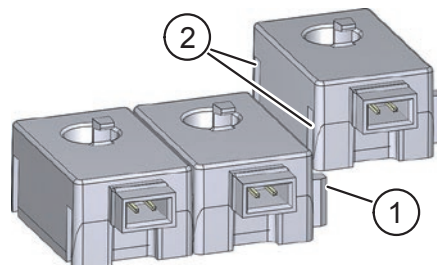

Fig. 2: Interconectar los sensores de corriente
- ▶ Interconecte los sensores de corriente, empujando la ranura (Pos. 2 en Fig. 2) sobre la saliente (Pos. 1 en Fig. 2).